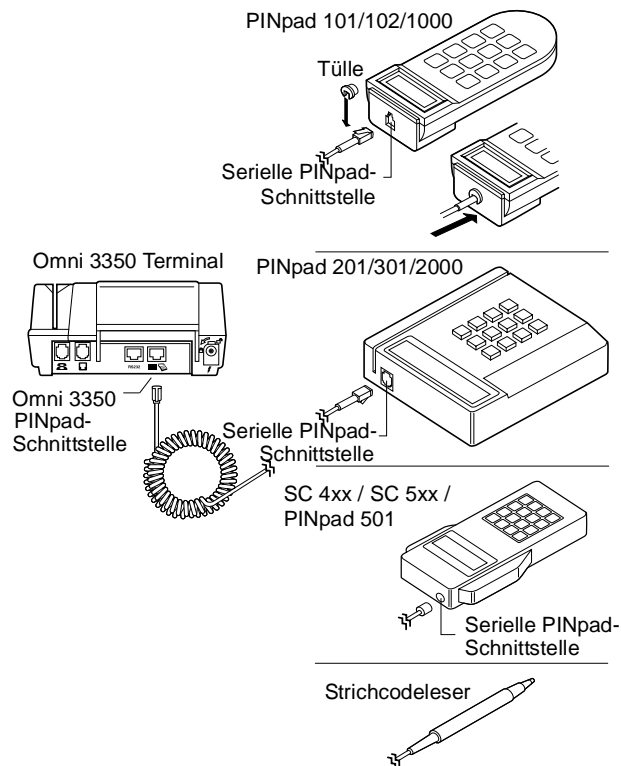

Abbildung 16 Optionale "PINpad"-Geräte
Siehe auch Abbildung 16:
2. Setzen Sie bei Anschluss eines PINpad 101, PINpad 201 oder PINpad 1000 die Tülle zur Sicherung der Kabelverbindung wie in Abbildung 16 gezeigt ein.